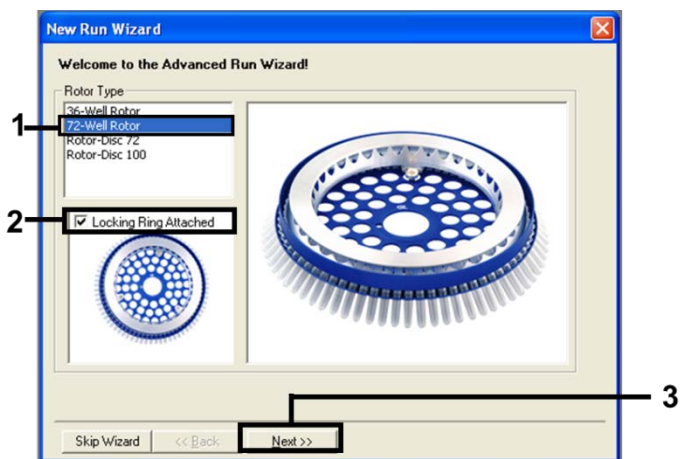

Figura 1. Cuadro de diálogo «New Run Wizard» (Asistente para series nuevas).
3. Seleccione «72-Well Rotor» (Rotor de 72 pocillos) como tipo de rotor. Confirme que el anillo de fijación esté sujeto y marque la casilla Locking Ring Attached (Anillo de fijación sujeto). Haga clic en Next (Siguiente) (Figura 1).